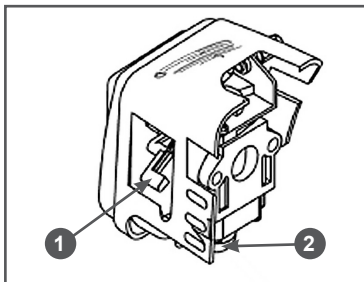

Рис. 8 Расположение рычага управления воздушной заслонкой и ручного топливного насоса
- Прокрутите топливо через карбюратор. Для этого нажимайте (примерно 5-10 раз) на ручной топливный насос до появления в насосе топлива и возникновения сопротивления при нажатии. Насос 2 находится в нижней части карбюратора под корпусом воздушного фильтра (Рис. 8).
6. Закройте воздушную заслонку. Для этого рычаг 1 управления воздушной заслонкой (Рис. 8) установите в верхнее положение (положение «OFF»).